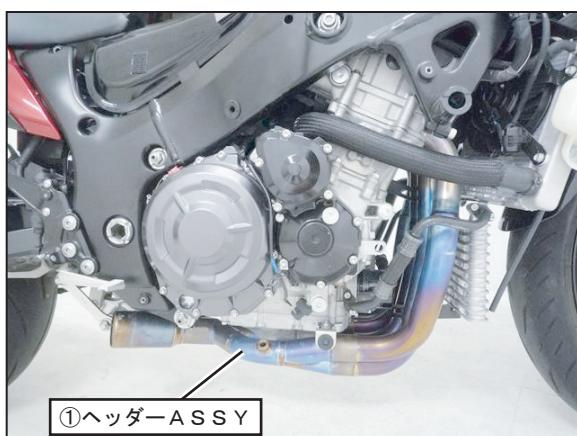

FIG. 4
次に、①ヘッダーASSYをエンジンの排気ポート部に取り付け、⑥キャップボルト用サラバネM8と純正ボルトを使用して仮締めして下さい。(FIG. 4, 5 参照)